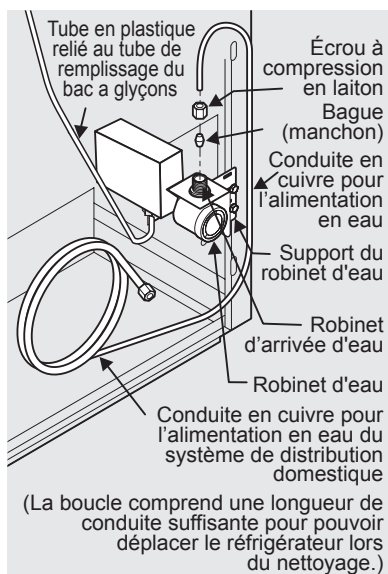

figure 1
4. **Si vous utilisez une conduite en cuivre** – glissez l'écrou de compression en cuivre, puis la bague d'extrémité (manchon) sur la conduite d'alimentation. Poussez la conduite aussi loin que possible dans la valve d'entrée d'eau (6,4 mm ou ¼ po). Glissez la bague de serrage (manchon) dans la valve d'entrée et serrez l'écrou de compression à la main sur la valve. Serrez d'un autre demi-tour à l'aide d'une clé; ÉVITER de trop serrer. Voir la figure 1.